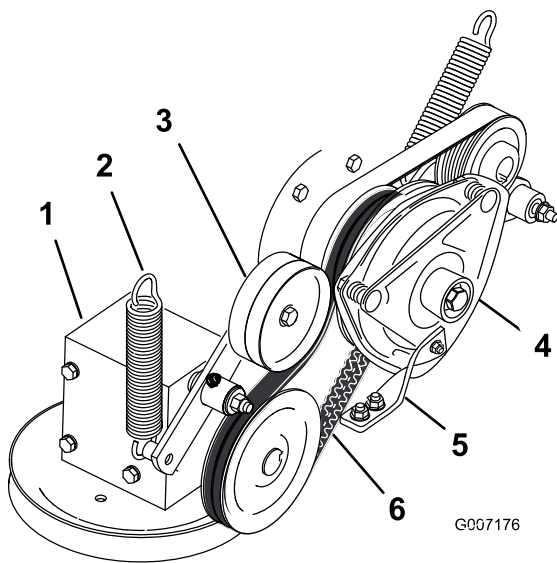

Figure 79
4. Décrochez le ressort du bras de la poulie de tension (Figure 79).
7. Montez la nouvelle courroie d'entraînement de PDF autour de la poulie d'embrayage et de la poulie du boîtier d'engrenages (Figure 79).
9. Raccrochez le ressort au bras de la poulie de tension (Figure 79).